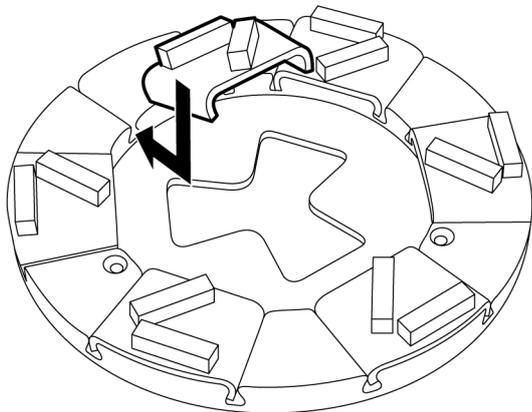

Figure 4-9. Mise en place de l'outil de ponçage
1. Insérez l'outil de ponçage par le haut, légèrement de travers, dans la rainure de guidage du support, voir Figure 4-9, page 18. Introduisez ensuite l'outil complètement dans la rainure de guidage.
2. Insérez le nouvel outil de ponçage par le haut, légèrement de travers, dans la rainure de guidage du support, voir *Figure 4-9, page 18*. Introduisez ensuite l'outil complètement dans la rainure de guidage.